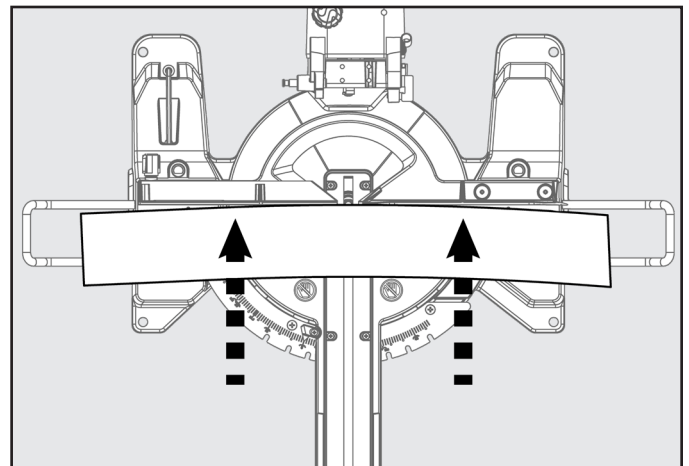

FIGURA 18
2. Coloque la pieza de trabajo de forma plana en la mesa de inglete con un borde colocado de forma segura contra la guía tope. Si la placa está deformada, coloque el lado convexo contra la guía tope. Si el borde cóncavo de una placa se coloca contra la guía tope, la placa podría hundirse en la hoja al final de corte, lo que provocará un atasco de la hoja. Consulte la Figura 18.
11. Solo utilice el mango de la sierra (E) para colocar las manos. NO coloque las manos sobre el alojamiento del motor.
Al intentar cortar material combado, el lado CONVEXO deberá colocarse contra la guía tope, tal como se muestra en la Figura 18.